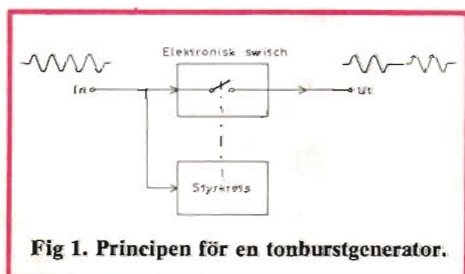

Fig 1. Principen för en tonburstgenerator.
■ En toneburst-generator består i sin enklaste form av en strömbrytare och en styrkrets till denna, se *fig 1*. Styrkretsen styr strömbrytaren, så att denna växelsvis släpper fram och spärrar den inmatade signalen. Styrkretsen synkroniseras av den inkommande signalen så att omkoppling sker, när signalens medelvärde är noll.